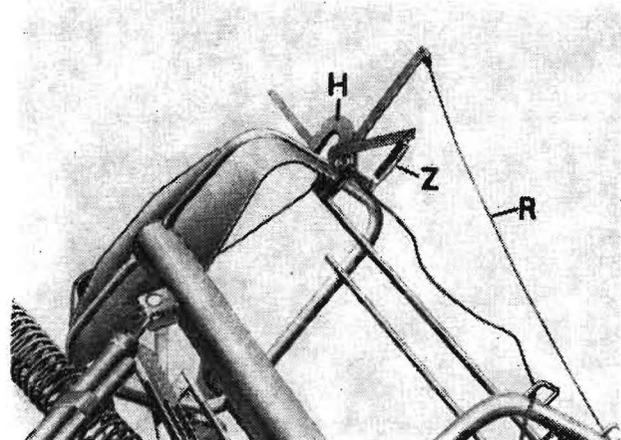

Bild 8
Den Haken (H) befestigt man mit einem Bolzen 16h11 x 50 x 44 und Splint 4 x 25 am Schurreunterteil. Zwischen dem Haken und dem Schurreunterteil ist die Zugfeder (Z) B 2,8 x 30 x 25 einzuhängen (Bild 8).